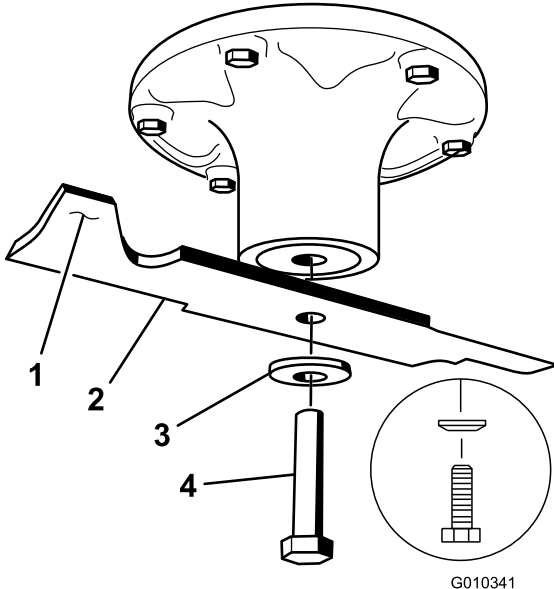

Bild 67
2. Entfernen Sie die Messerschraube, Wellenscheibe und das Messer von der Spindelwelle (Bild 67).
1. Setzen Sie das Messer auf die Spindelwelle (Bild 67).
2. Setzen Sie die Wellenscheibe (Kappenseite zum Messer) und die Messerschraube ein (Bild 67).